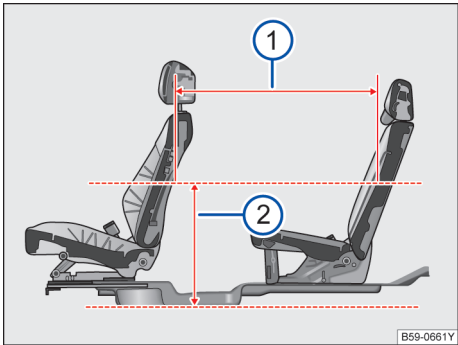

图 92 座椅座间距
当前排座椅前后位置：座椅最后往前滑动 127mm，高度及靠背角都处于设计位置；后排座椅位于设计位置时，在距离地板位置 620mm 处→图 92②，座间距为 898mm→图 92①。